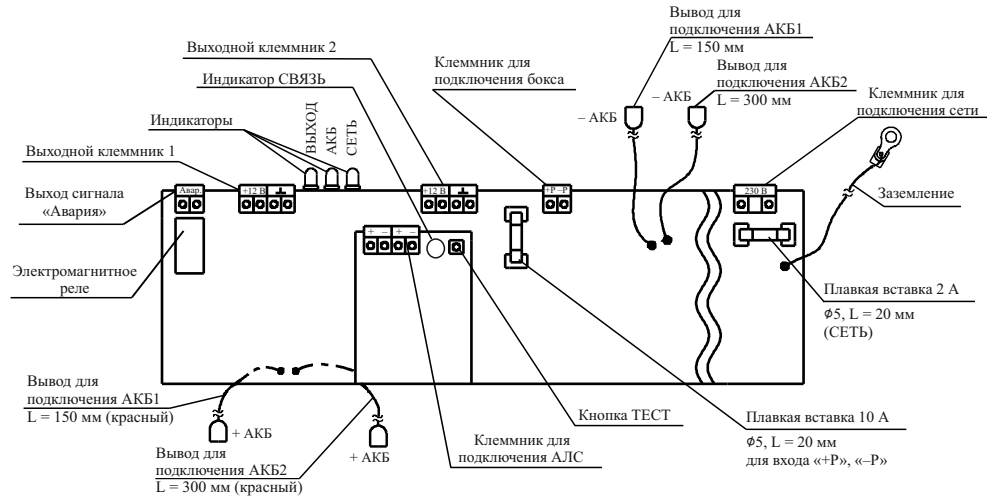

Рисунок 1
- 6.4 Для подключения источника следует использовать провода с сечением, указанным в 2.19. Подключение соединений (рисунок 1) производить в следующей последовательности:
Если используется только одна АКБ, рекомендуется подключать ее к коротким выводам АКБ 1 (L = 150 мм) в соответствии с цветовой маркировкой (рисунок 1) и выбрать ее в настройках при конфигурировании системы.